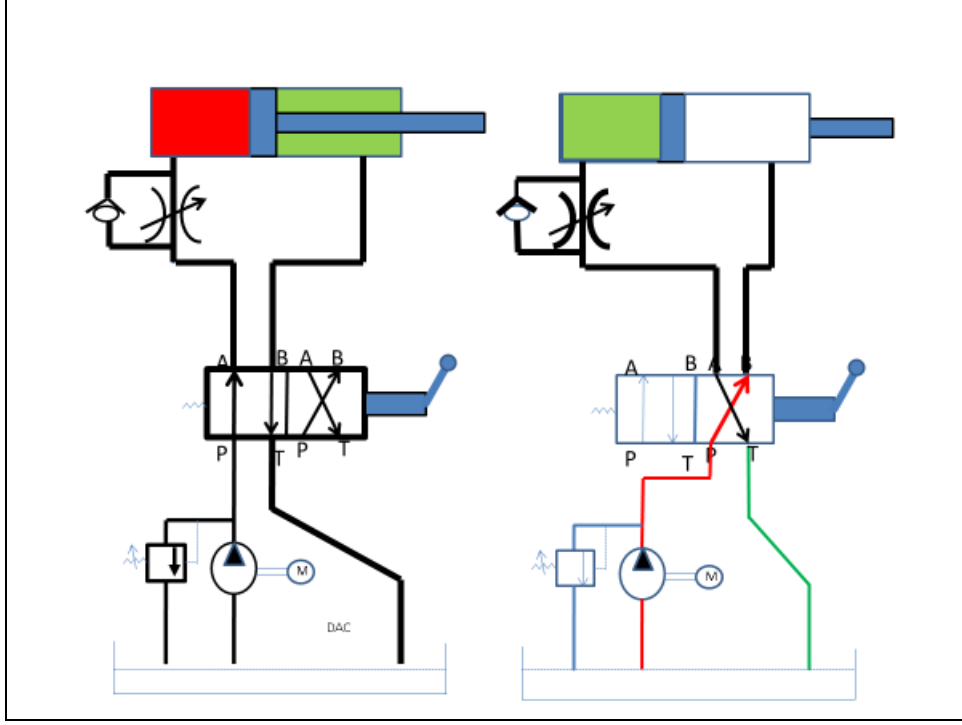

Figure 4.2.6 मीटर-इन सर्किट
Figure 4.2.6 (a) मध्ये मीटर-इन परिपथ दर्शविला आहे, जो फ्लो कंट्रोल व्हॉल्व्हच्या साहाय्याने हायड्रॉलिक सिलेंडरचा वेग नियंत्रित करण्यासाठी वापरला जातो. या परिपथामध्ये हस्तचालित स्प्रिंग-ऑफसेट 4/2 डायरेक्शनल कंट्रोल (DC) व्हॉल्व्ह आणि फ्लो कंट्रोल व्हॉल्व्ह समाविष्ट आहे. जेव्हा 4/2 DC व्हॉल्व्ह यांत्रिकरित्या डाव्या स्थितीत हलवला जातो, तेव्हा पंपामधून प्रवाहित होणारे तेल फ्लो कंट्रोल व्हॉल्व्हद्वारे सिलेंडरच्या ब्लाइंड एंडकडे जाते. हा प्रवाह सिलेंडर विस्तारित (Extend) करतो आणि त्याचा वेग फ्लो कंट्रोल व्हॉल्व्हद्वारे नियंत्रित केला जातो.